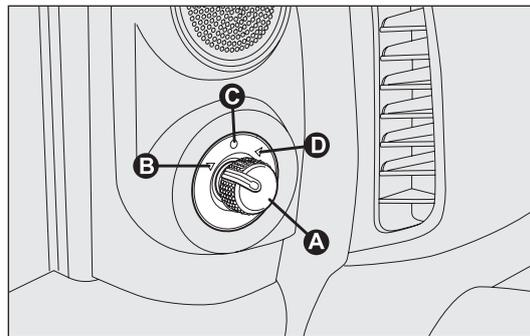

fig. 38
- selezionare mediante il deviatore A-fig. 38 lo specchio desiderato (destro o sinistro);